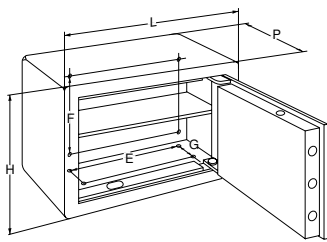

Fig. 1
- Der Tresor ist für die Befestigung mit 4 Bohrungen an der Unterseite und 4 Bohrungen an der Rückseite (Durchmesser 10 mm) vorbereitet. Die Position der Bohrungen ist den Abmessungen des jeweiligen Tresormodells abhängig. Daher müssen zuerst die Außenabmessungen des Tresors kontrolliert werden, und anschließend kann die Tabelle (siehe Abbildung 1) konsultiert werden, um die Maße der zu erstellenden Bohrungen für das von Ihnen gewählte Modell festzulegen. Für die Befestigung können auch alle 8 verfügbaren Bohrungen gleichzeitig verwendet werden.
Für die Verwendung der Stahlhalterung (Artikel 07125-00 und 07125-01, nur für bestimmte Modelle lieferbar) sind die Abmessungen der Bohrungen zur Befestigung der Halterung auf der entsprechenden Tabelle der Abbildung 1 angegeben. Der Tresor wird mit 4 M8 Schrauben (im Lieferumfang) an der Halterung befestigt.